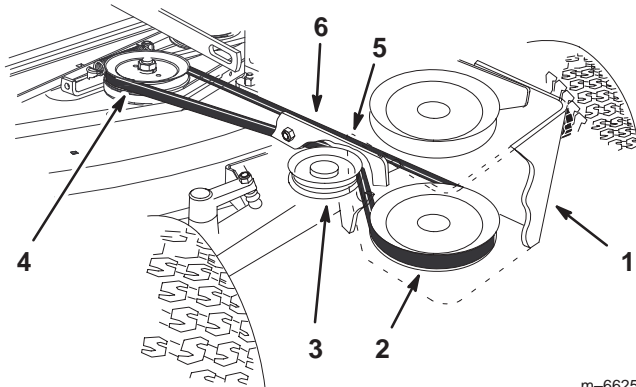

Figure 9
2. Montez la courroie d'entraînement du plateau de coupe sur la poulie centrale du plateau de coupe (Fig. 9). Vérifiez qu'elle se trouve sur la poulie centrale supérieure.
3. Montez la courroie d'entraînement du plateau de coupe sur la poulie inférieure et la poulie de tension inférieure dans le bâti de poulies (Fig. 9).